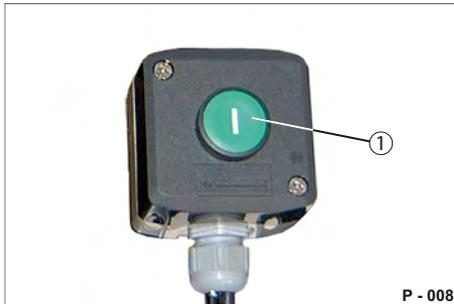

Abb. 26 Bedienstelle für Liftachse
- ▶ Drücken Sie den Taster (Abb. 26/1) 2 bis 4 Sekunden lang.
- ▶ Drücken Sie den Taster (Abb. 26/1) länger als 5 Sekunden.
- ▶ Anfahrlilfe: Taster (Abb. 26/1) kurz drücken (< 5 Sek.)
- ▶ Zwangssenken bei aktiver Anfahrlilfe: Taster (Abb. 26/1) 2-mal betätigen (> 5 Sek.).